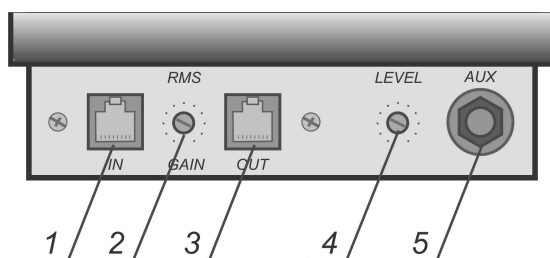

Рисунок 11
9.6 Размещение разъемов и гнезд на задней панели пульта микрофонного и их назначения приведено на рис. 11